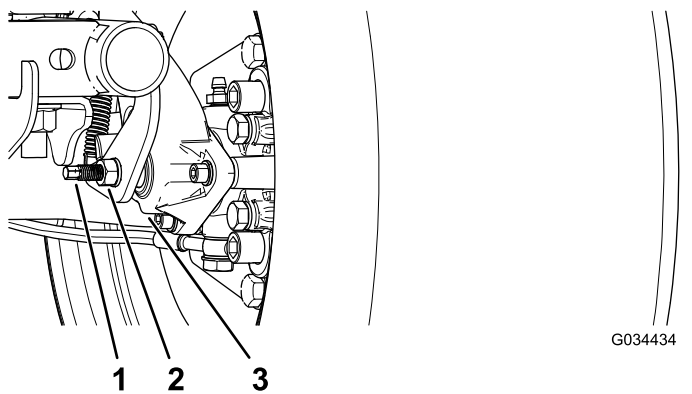

Figura 50
3. Usando 2 llaves, sujete el espárrago de ajuste de la pinza con una llave y afloje la contratuerca ¼ de vuelta con la otra llave (Figura 50).
4. Sujetando el espárrago de ajuste y la contratuerca para que no se muevan, gire el espárrago de ajuste hacia dentro para apretarlo (Figura 50).
5. Sujetando el espárrago de ajuste y la contratuerca para que no se muevan, afloje el espárrago ¼ de vuelta (Figura 50).
6. Sujetando el espárrago de ajuste y la contratuerca para que no se muevan, apriete la contratuerca (Figura 50).